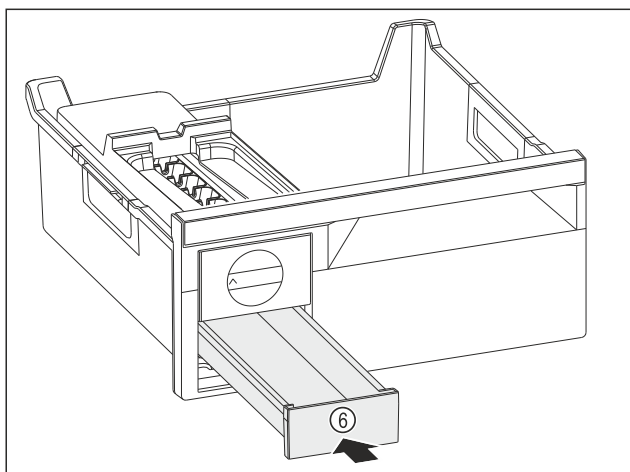

Fig. 202
- Inșerați sertarul pentru cuburi de gheață Fig. 202 (6).